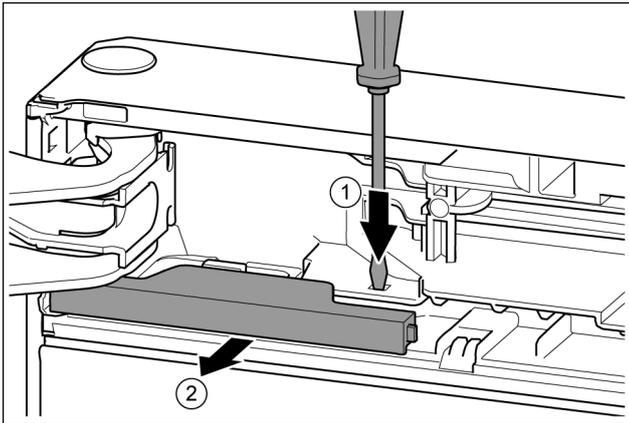

Fig. 11
- ▶ Presione la lengüeta con el destornillador para tornillos de cabeza ranurada. *Fig. 11 (1)*
- ▶ Extraiga la cubierta del enganche. *Fig. 11 (2)*